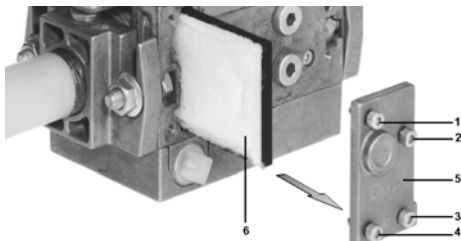

Fig. 44
- 2 Svitare le viti 1 ÷ 4 con una chiave esagonale n. 3 e togliere il coperchio del filtro 5 in Fig. 44.